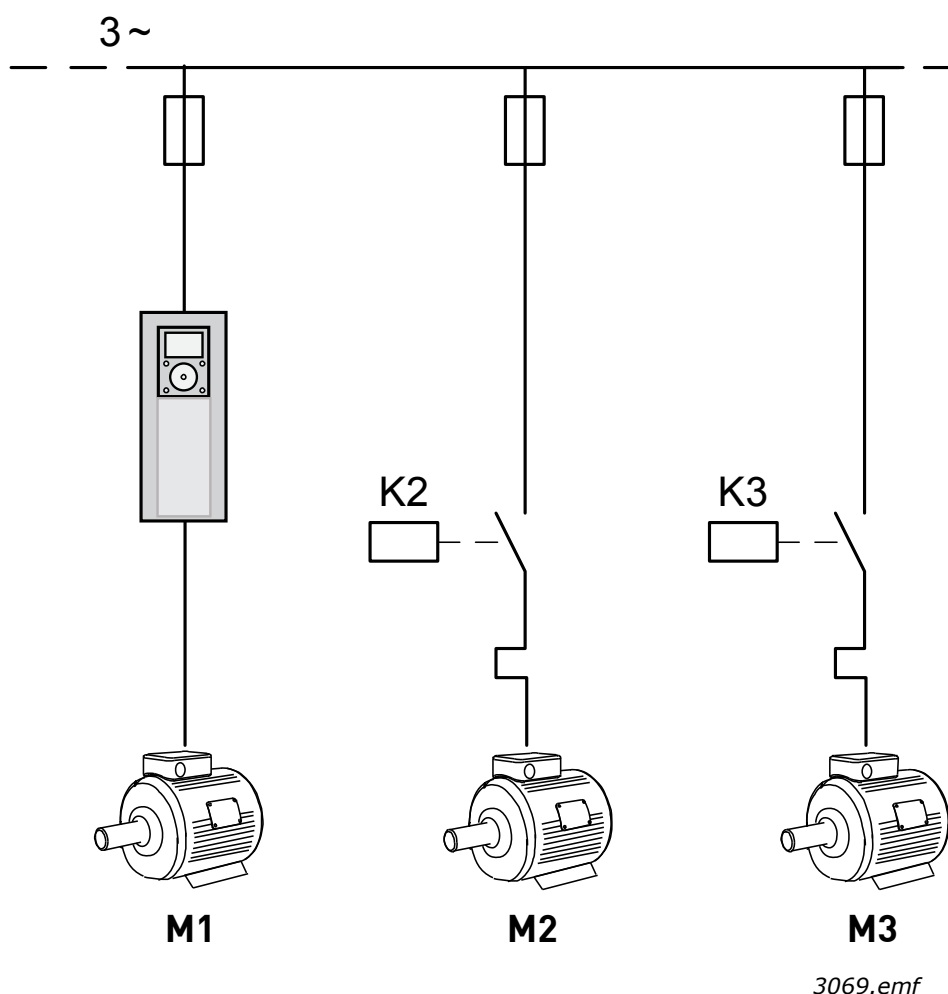
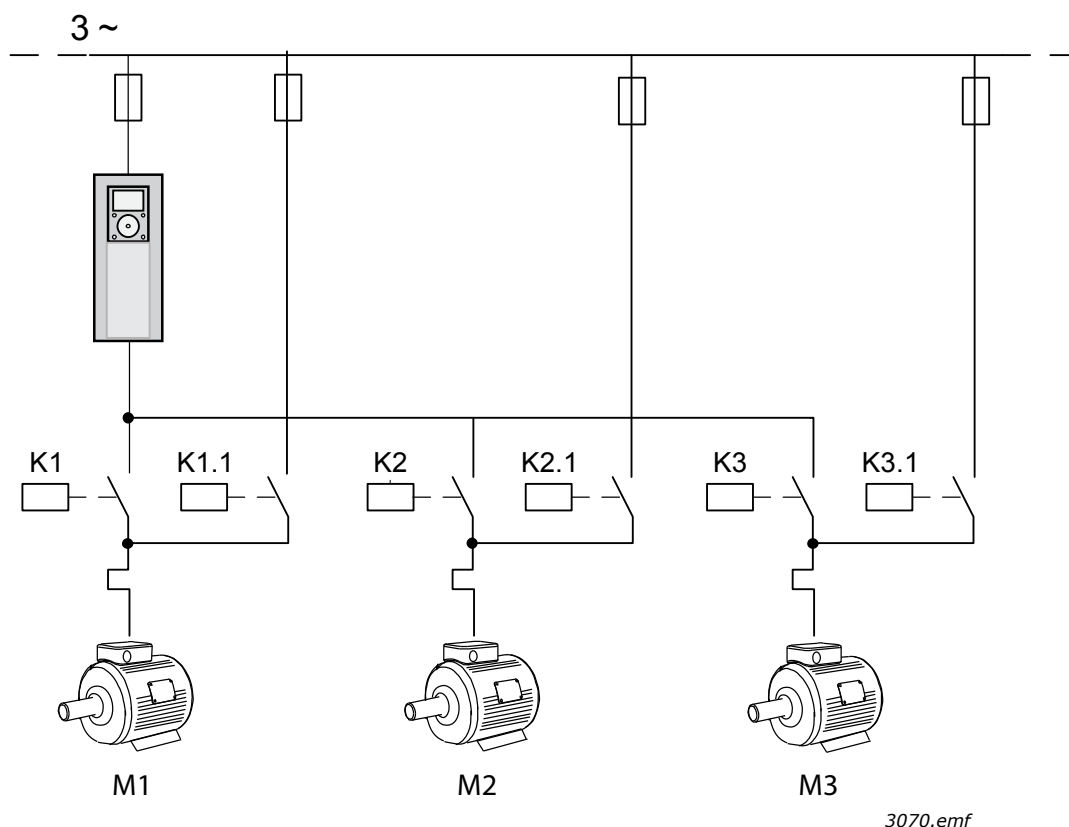

Figura 10. Esquema de controlo principal, quando apenas os motores auxiliares têm rotação automática.
Figura 11. Esquema de controle principal, quando todas as bombas têm rotação automática
**NOTA!** Diferentes ligações, consoante o modo de rotação automática seleccionado (Consulte a Figura 10 e a Figura 11).